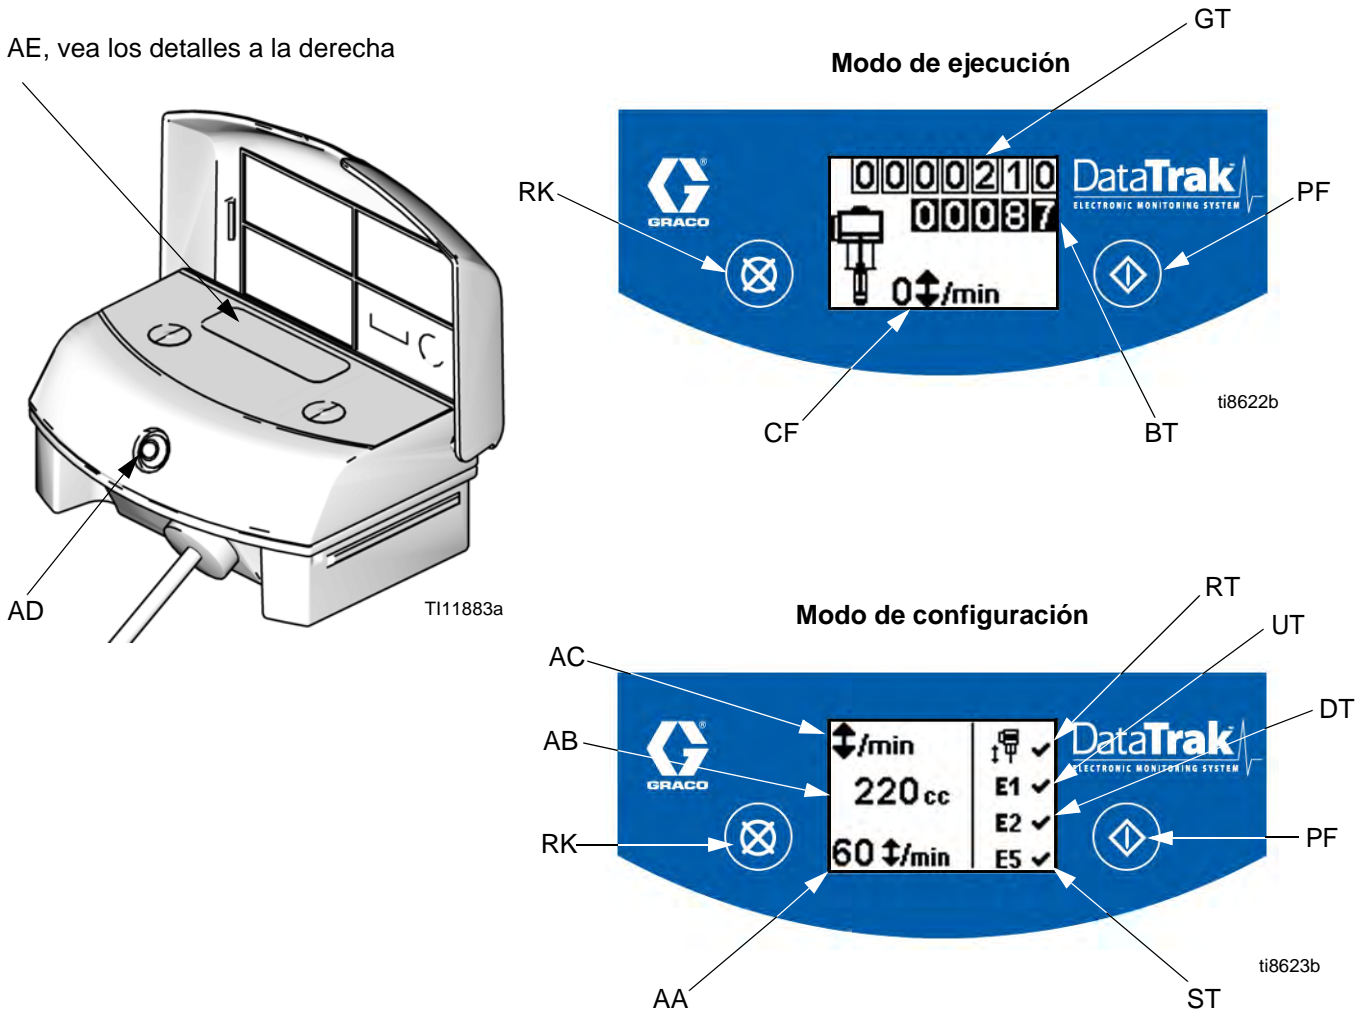

FIG. 7. Controles e indicadores de DataTrak
Leyenda para la FIG. 7
1. Vea la FIG. 7. Púlsela y manténgala pulsada  durante 5 segundos hasta que aparezca el menú de configuración.
NOTA: Cuando las opciones de error de embalamiento, E1, E2, y E5 están habilitadas, aparecerá una ✓ en la pantalla de configuración. Vea la FIG. 7.
1. Vea la FIG. 7. Si se produce embalamiento de la bomba, se accionará el solenoide de embalamiento, parando la bomba. El LED (AD) destellará y la pantalla (AE) indicará una condición de
5. Abra la válvula de aire (E) para volver a poner en marcha la bomba.
NOTA: Para inhabilitar la vigilancia de embalamiento, vaya al modo de configuración y configure el valor de embalamiento en 0 (cero) o conmute (RT) a OFF  (vea la FIG. 7).
1. Vea la FIG. 7. Para entrar al modo de cebado/lavado, pulse cualquier tecla para activar la pantalla, luego pulse . Aparecerá el símbolo de cebado/lavado en la pantalla y el LED destellará
2. Mientras está en modo de cebado/lavado, se inhabilita la protección contra embalamiento y el totalizador de lotes (BT) no contará. El totalizador global (GT) continúa recontando.
Vea la FIG. 7. El último dígito del totalizador de lotes (BT) representa décimos de galón o litro. Para reiniciar el totalizador, pulse cualquier tecla para activar la pantalla, luego pulse  durante 3 segundos.
Vea la FIG. 7. La pantalla (AE) se apagará después de 1 minuto de inactividad en modo de ejecución o de 3 minutos en modo de configuración. Pulse cualquier tecla para activar la pantalla.
DataTrak puede diagnosticar varios problemas de la bomba. Cuando el monitor detecta un problema, el LED (AD, FIG. 7) destellará y aparecerá en la pantalla un código de diagnóstico. Vea la Tabla 1.